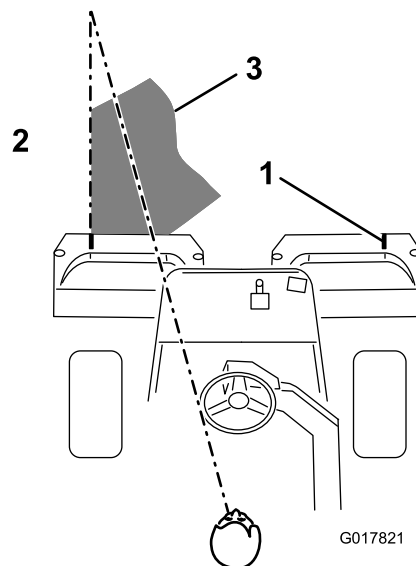

Figura 41
3. Durante le passate di ritorno sovrapponetevi uno spazio minimo alla falciatura precedente. Per tosare in linea retta il green e mantenere la macchina alla medesima distanza dal bordo della falciatura precedente, immaginate una linea da 1,8–3 m circa davanti alla macchina fino al bordo della sezione di green da tosare (Figura 41). Potrebbe essere utile includere nella linea di collimazione il bordo esterno del volante, vale a dire, tenere allineato il bordo del volante con un punto che si trovi sempre alla stessa distanza dalla parte anteriore della macchina (Figura 41).